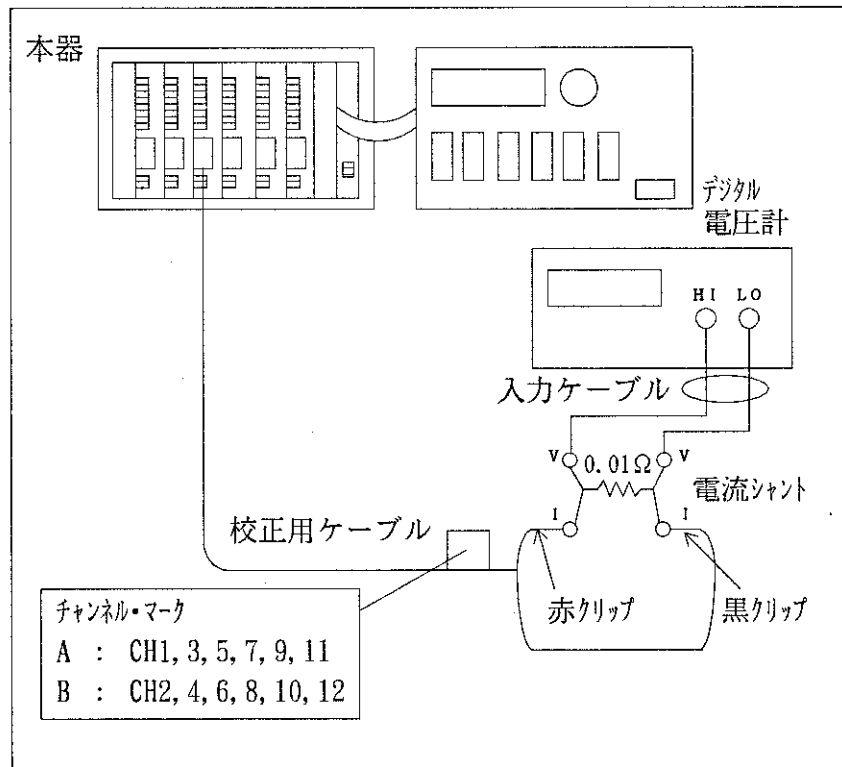
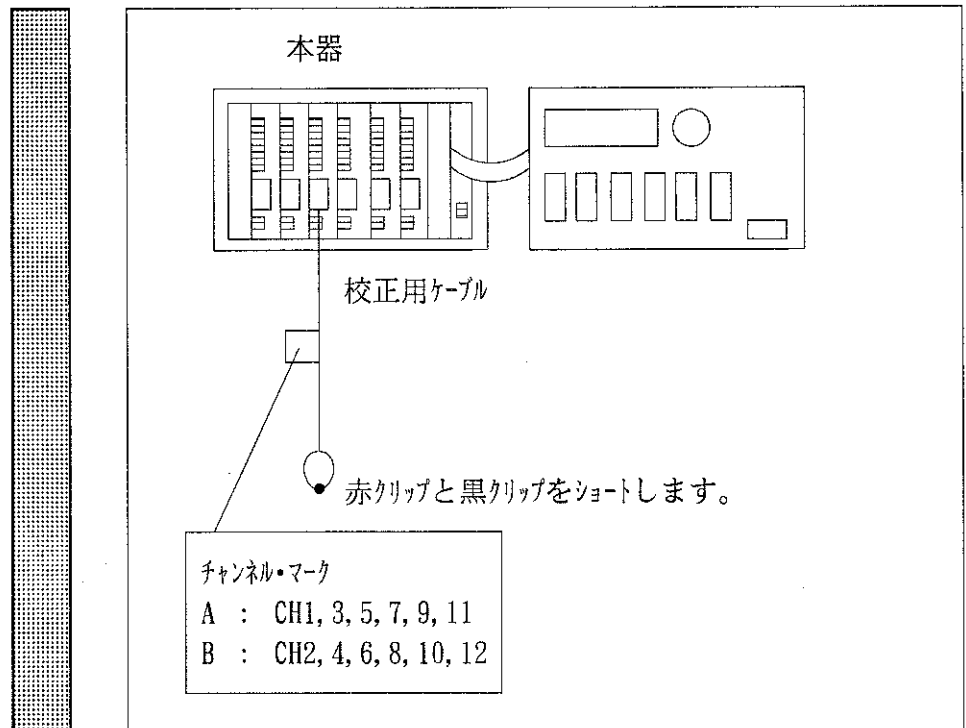

図11-6 電流発生（+極性）校正時の接続
図11-7 電流発生（+極性）校正時の接続
- 2 校正を実施するチャンネルと標準器を [図11-6] または [図11-7] に示すように接続します。
- 1** 校正を実施するチャンネルと標準器を [図11-6] または [図11-7] に示すように接続します。
すでに電流測定 of 校正が完了しているときは、[図11-7] に示すように自動校正モードで校正することを薦めます。